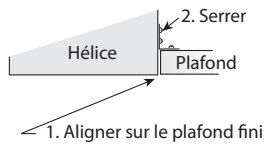

**Figura 3 — Soportes de Montaje**
2. Fije los soportes de montaje ajustables al ventilador, deje los tornillos sueltos hasta que se determine la altura adecuada, como se muestra en la Figura 3.